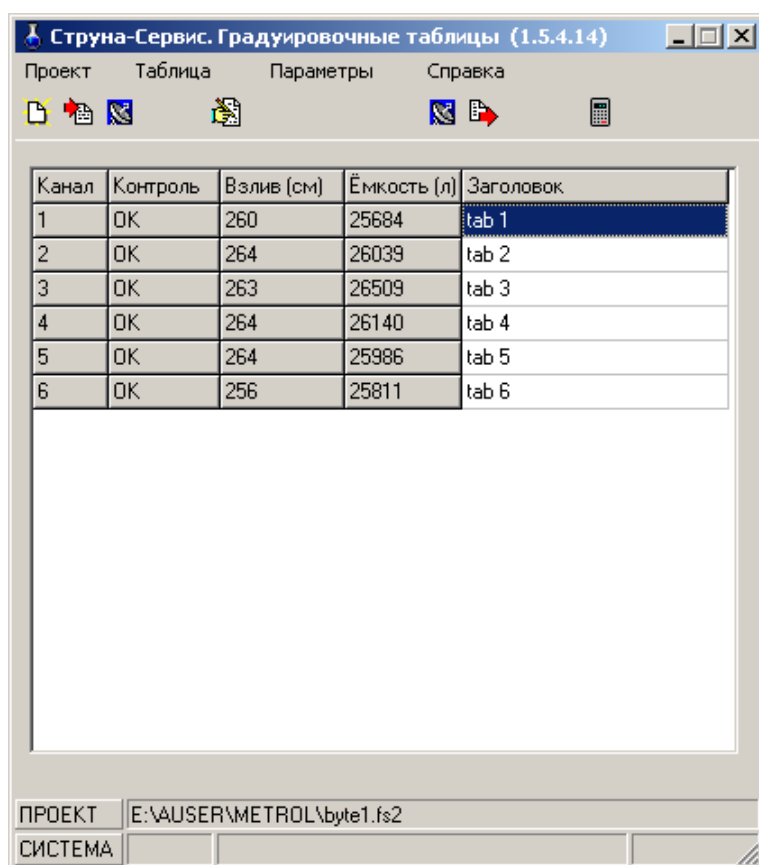

Рисунок 3.2 — Главное окно с принятой формой
3.2.1 В главном окне (рисунок 3.2) таблицы представлены в виде списка.